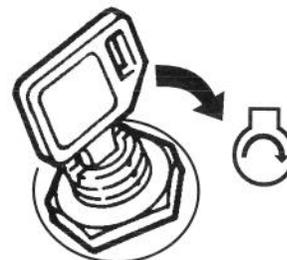

Figure 15
- A. DÉMARRAGE ÉLECTRIQUE – Tourner la clé vers la droite, en position  START (Fig. 15).